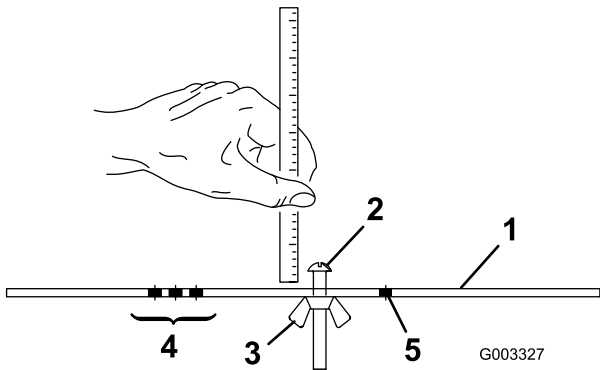

Figura 24
- 2. Allentate il dado sulla barra di riferimento (Figura 24) e regolate la vite di regolazione secondo l'altezza di taglio desiderata.